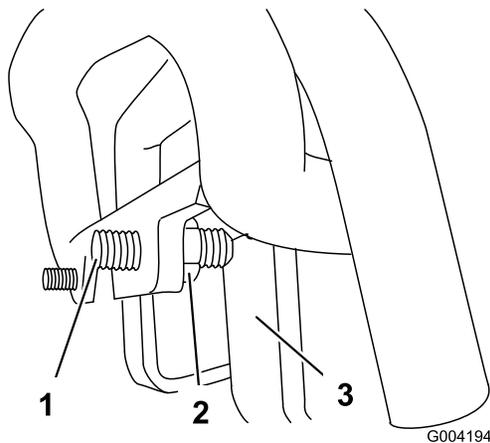

Bild 58
3. Falls die Zugmaschine nach **links** zieht, lockern Sie die **rechte** Klemmmutter und stellen Sie die Spurweiten-Stellschrauben vorne am Fahrtrieb ein (Bild 58).
4. Falls die Zugmaschine nach **rechts** zieht, lockern Sie die **linke** Klemmmutter und stellen Sie die Spurweiten-Stellschrauben vorne am Fahrtrieb ein (Bild 58).